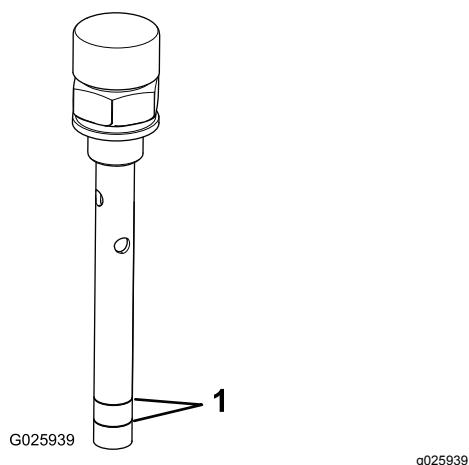

Figura 3
3. Aggiungete olio per ingranaggi 80W-90 nel foro fino a quando il livello dell'olio non si trova tra le linee di riempimento sullo sfiatatoio (**Figura 3**), con lo sfiatatoio filettato fino al foro.